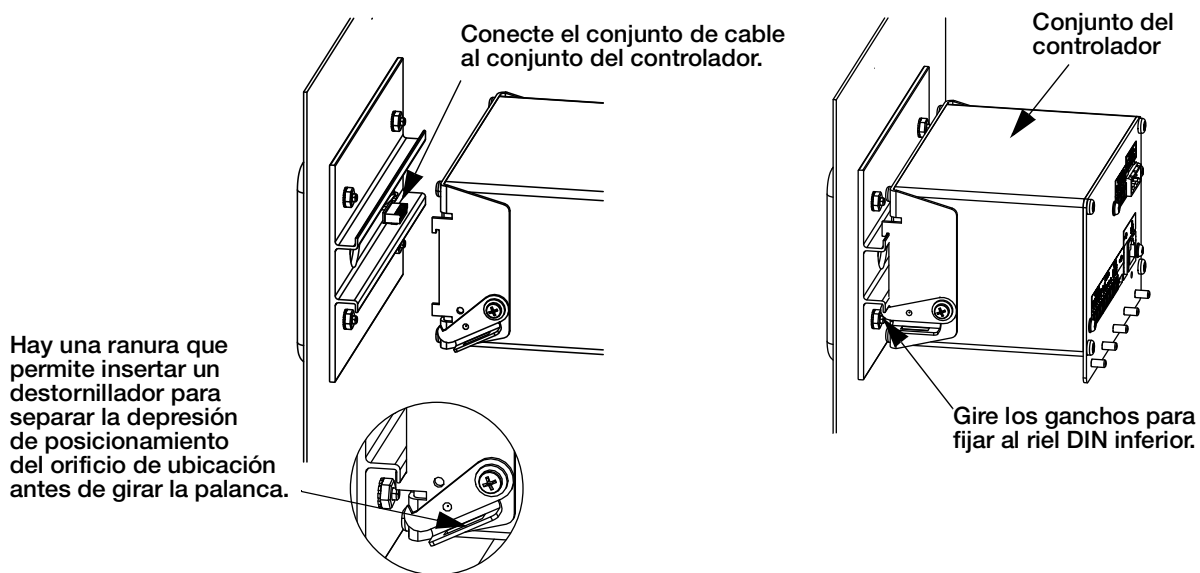

Figura 6. Instalación del conjunto del controlador
8. Coloque el conjunto del controlador sobre el riel DIN como se muestra en la Figura 6.